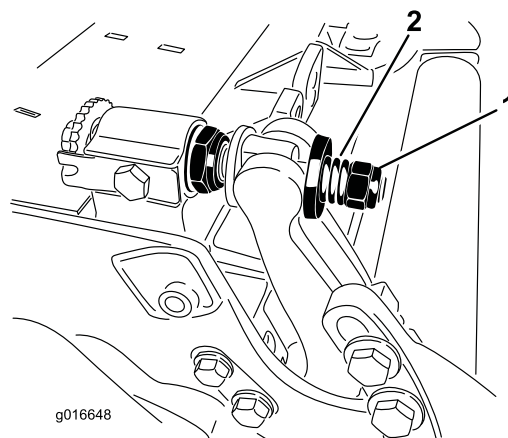

Figura 33
5. Aperte a porca da mola tensora até que a mola fique recolhida; em seguida, desaperte meia volta (Figura 33).